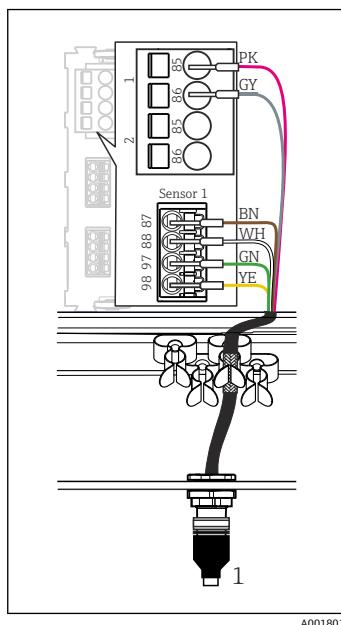

图 4 M12 接头 (例如在传感器模块上)
- ▶ 将传感器电缆接头 (→ 图 4 图号 1) 直接连接至 M12 插座。